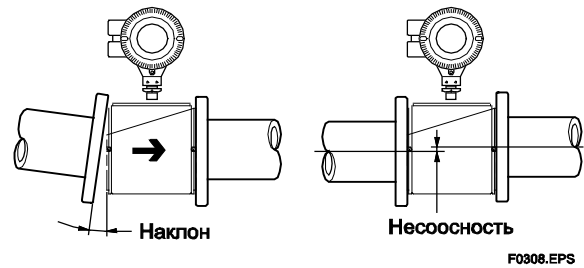

Рисунок 3.2.1 Монтаж расходомера на трубе с наклоном и несоосностью
Чтобы поднять электромагнитный расходомер, оснащенный рым-болтами, действуйте, как показано на рис. 3.2.1. Никогда не поднимайте прибор с использованием стержня, пропущенного через измерительную трубку, так как это может сильно повредить футеровку.
- (1) Перед монтажом расходомера убедитесь в отсутствии наклона и несоосности трубопровода, а также в отсутствии любых зазоров, которые могут существовать между монтируемыми фланцами (смотрите Рис. 3.2.1).